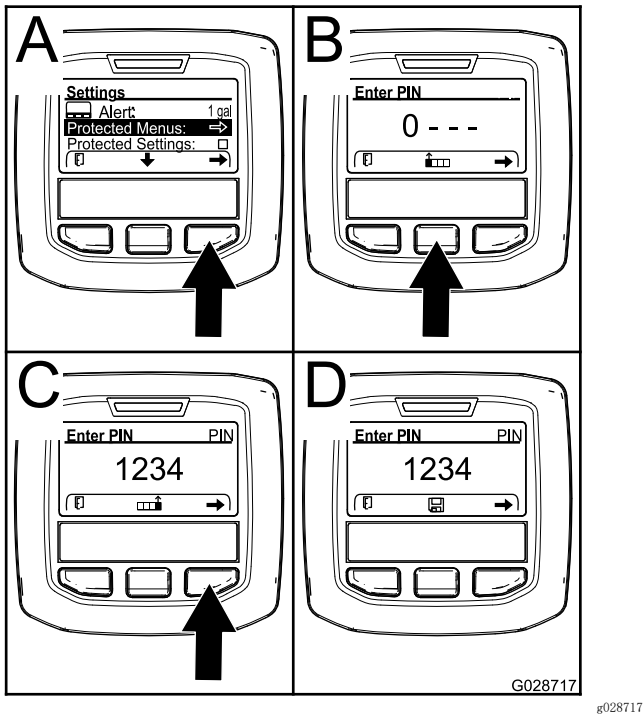

图25
- 按右侧选择按钮选择受保护菜单（图25）。
- 按中间选择按钮（图25 中的 B）可增加数值（0~9）。
- 按右侧选择按钮（图25 中的 C）可将光标移至右边的下一个数值位置。
注意： 保存图标将显示在中间选择按钮的上方（图25 中的 D）。